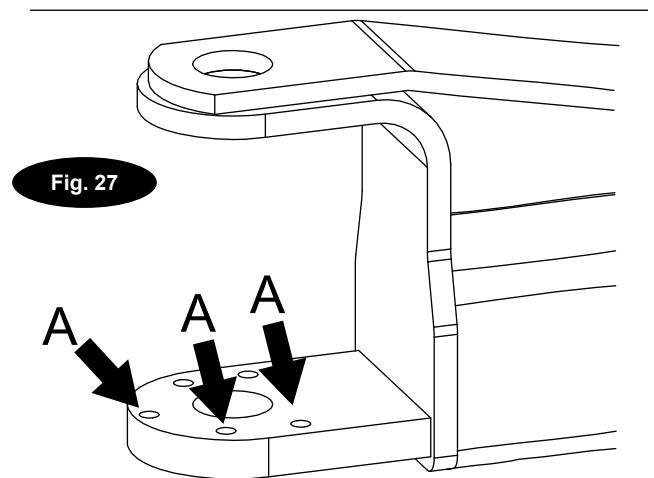

Fig. 27
Brazos con 5 orificios en las vigas portantes: A continuación, monte los (3) tornillos hexagonales HHCS 3/8"-16NC x 1-1/2" L ((12) en total para los (4) brazos) en la rueda dentada y el brazo. Consulte la Fig. 26b y la Fig. 27.
**21. Adaptadores exteriores:** Instalar el soporte del adaptador fuera de cada columna utilizando (2) PHMS 5/16"-18NC x 3/8". Después, añadir adaptadores al soporte como se muestra en la Fig. 27.